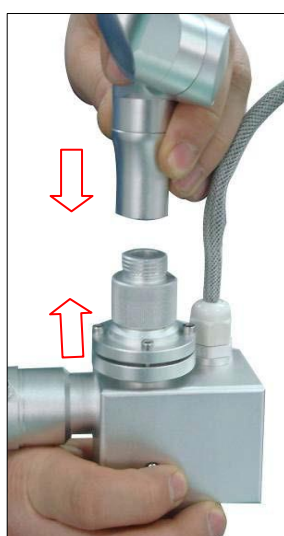

Figura 4.3-3
- 3) Instale o manipulador. Insira o manipulador do laser (ver I5 ou I6) no orifício do braço óptico e aperte-o (ver I5 ou I6). Como mostrado na figura 4.3-3.